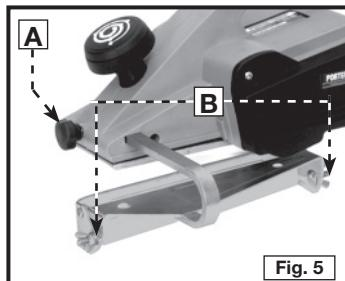

Fig. 5
1. Afloje el pomo (A) Fig. 5.
3. Apriete el pomo (A) Fig. 5.
1. Afloje las dos tuercas de mariposa (B) Fig. 5.
3. Apriete las dos tuercas de mariposa (B), Fig. 5.